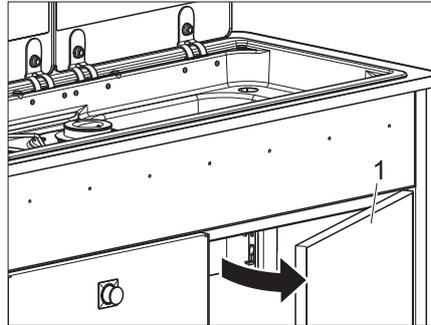

Bild 80 Schranktür öffnen
- Schranktür (Bild 80,1) öffnen.